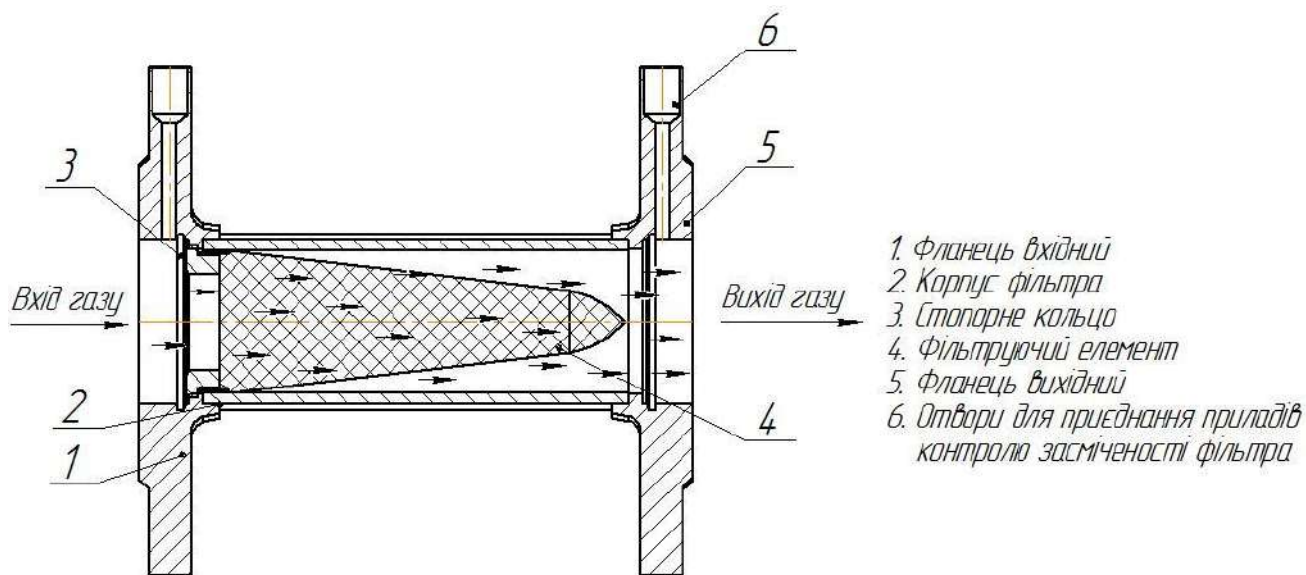

Рисунок 1 - Конструкція фільтра газового конусного
4.1 Фільтр складається зі зварного корпуса 2 (Рисунок 1) та фільтруючого елемента 4.